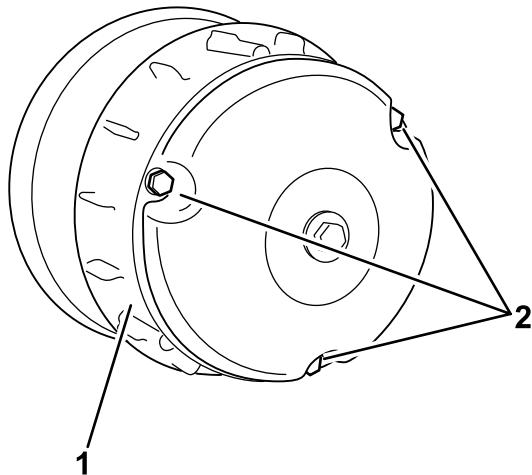

Рисунок 60
- Отверните три болта крепления крышки сцепления и снимите крышку (Рисунок 60).
- Установите крышку сцепления и закрепите ее 3 болтами (Рисунок 60), которые вы сняли при выполнении действий в пункте 2.